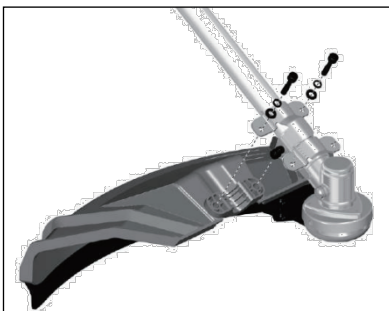

Fig.3-1
Montaje del protector (Fig.3-1, Fig.3-2)
- 3) Coloque el protector en el **accesorio**. (fig3-1)